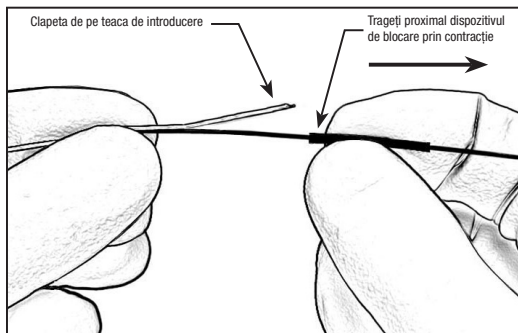

Figura 3 – Tragerea proximală a dispozitivului de blocare prin contracție
- Țineți dispozitivul imediat distal față de dispozitivul de blocare prin contracție și trageți dispozitivul de blocare prin contracție proximal pentru a expune clapeta de pe teaca de introducere. Consultați Figura 3.